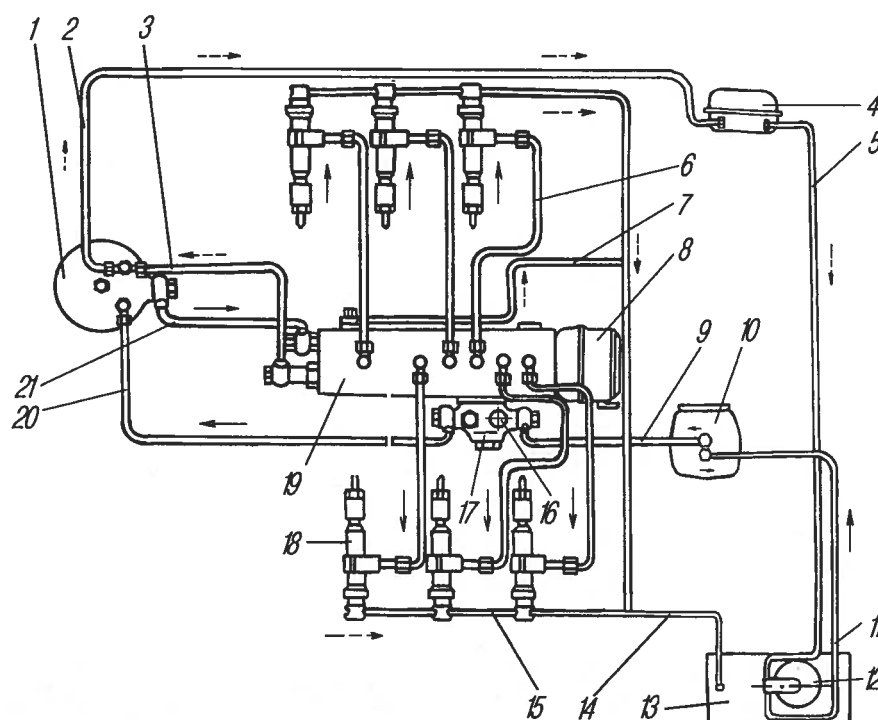

Рис. 153. Схема системы питания:
**Система питания двигателя топливом.** Топливо из топливного бака 13 (рис. 153) засасывается топливоподкачивающим насосом 17 и через фильтры грубой 10 и тонкой 1 очистки поступает к топливному насосу высокого давления (ТНВД) 19.